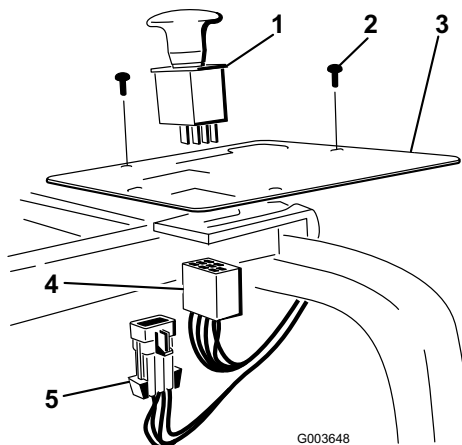

Bild 34
2. Nehmen Sie den Kunststoffstopfen vom Armaturenbrett ab und installieren Sie den Schalter (Bild 34).
6. Befestigen Sie den Hauptkabelbaumstecker am Hauptkabelbaum (Bild 34).
4. Befestigen Sie den Kabelbaum am Schalter im Armaturenbrett (Bild 34).